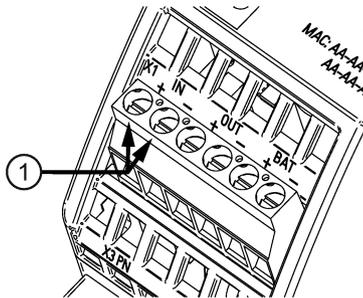

Bild 7-2 Eingangsseitiger Anschluss
Der Anschluss der 24 V - Versorgung erfolgt über die Klemmen "IN+", und "IN-" ① (siehe Bild 7-2 Eingangsseitiger Anschluss (Seite 148)).